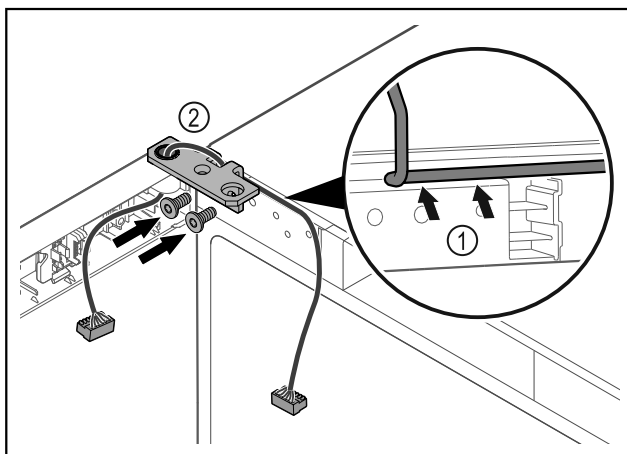

Fig. 42
- ▶ Ved'te kabel skrz vybrání úhelníku závěsu a opatrně jej položte Fig. 42 (1).
- ▶ Našroubujte úhelník závěsu Fig. 42 (2).